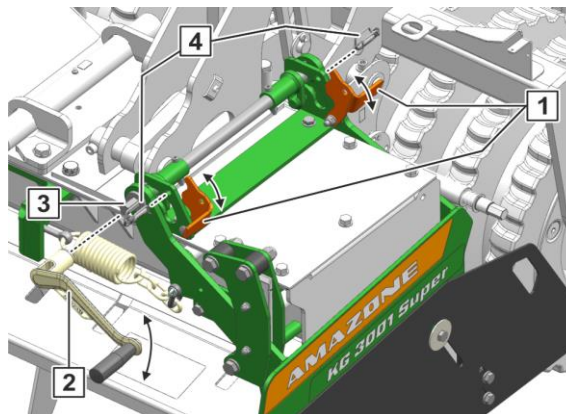

Fig. 144
1. Demontere låsesplint (Fig. 144/4)
2. Sett betjeningsverktøyet (Fig. 144/2) på justeringsakselen (Fig. 144/3).
3. For å avlaste festevinklene (Fig. 144/1), dreier betjeningsverktøyet mot urviserens retning.